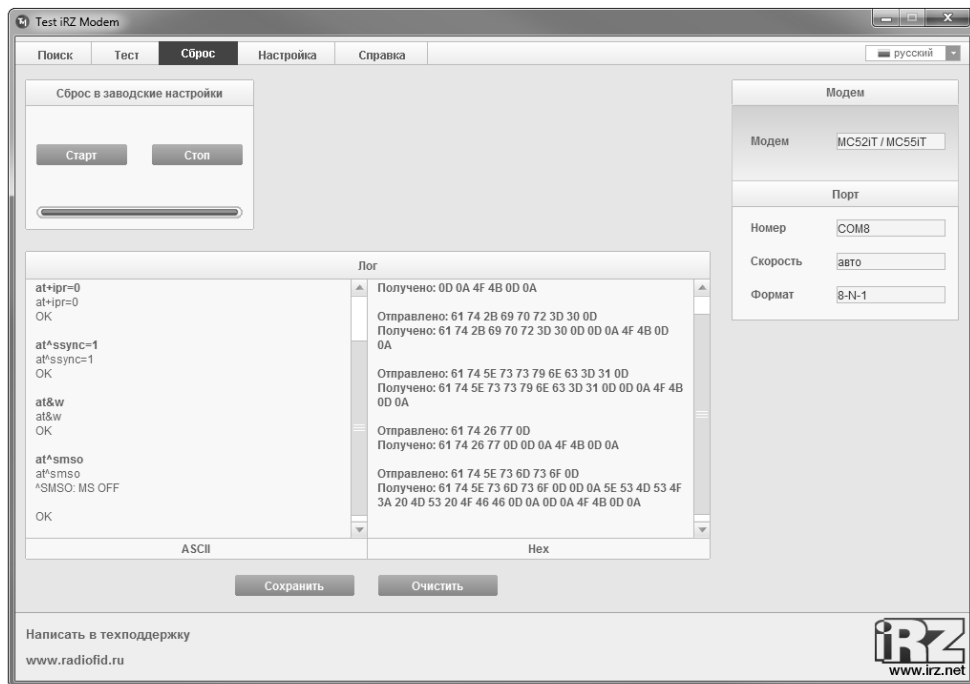
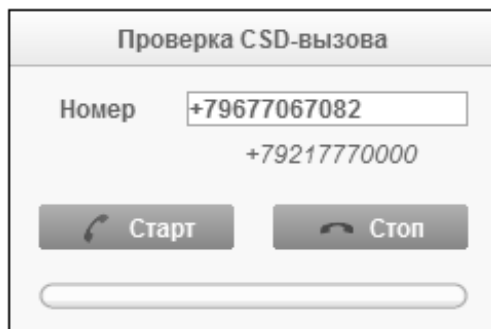

Рисунок 36 – Вкладка «Сброс» окна программы «Test iRZ Modem»
Рисунок 39 – Область «Проверка CSD-вызова»
3.6.4.6.2.6. Для случаев, когда прошлые настройки модема неизвестны, можно сбросить настройки к заводским значениям. Перейти во вкладку «Сброс» окна программы «Test iRZ Modem» и в области «Сброс в заводские настройки» нажать кнопку «Старт» (рисунок 36).
3.6.4.6.2.11. По окончании выполнения настройки модемов можно осуществить проверку CSD-вызова. Подключить ведущий модем к компьютеру и подать на него напряжение питания. Также подать напряжение питания на ведомый модем. Перейти во вкладку «Тест» окна программы «Test iRZ Modem» (рисунок 36). В области «Проверка CSD-вызова» в поле «Номер» ввести номер телефона ведомого модема. Нажать кнопку «Старт» (рисунок 39).
3.6.4.6.2.13. Дождаться окончания проверки, кнопка «Старт» (рисунок 39) должна стать активной. Закрыть программу «Test iRZ Modem».